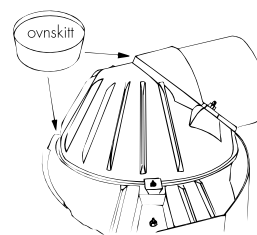
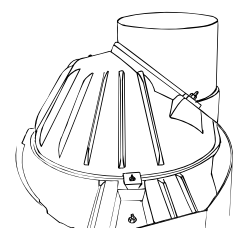

Fig. 2 Horisontalt røykuttak
Fig. 3 Vertikalt røykuttak
Peisen leveres med røykstussen umontert. Etter ønske kan denne monteres for horisontalt (10° stigning) (se fig. 2) eller vertikalt røykuttak (se fig. 3).
**NB! Husk ovnskitt ved monteringen! (Se fig. 2.) (2 stk. skruer M 6x30 - 2 stk. muttere M 6 - 2 stk. skiver M Ø 6x Ø 25 og 2 stk. skiver M Ø 6x Ø 12.)**
5. Når det er tatt hull i skorsteinen, settes røykklokken på plass. Husk ovnskitt (se fig. 2). Etter å ha dreid denne i riktig stilling for røykrørinnføringen, låses den med festebrakettene (fig. 5). (2 stk. skruer M 6x25, 2 stk. skiver M Ø 6x Ø 25, 2 stk. skiver M Ø 6x Ø 12 og 2 stk. muttere M 6.)